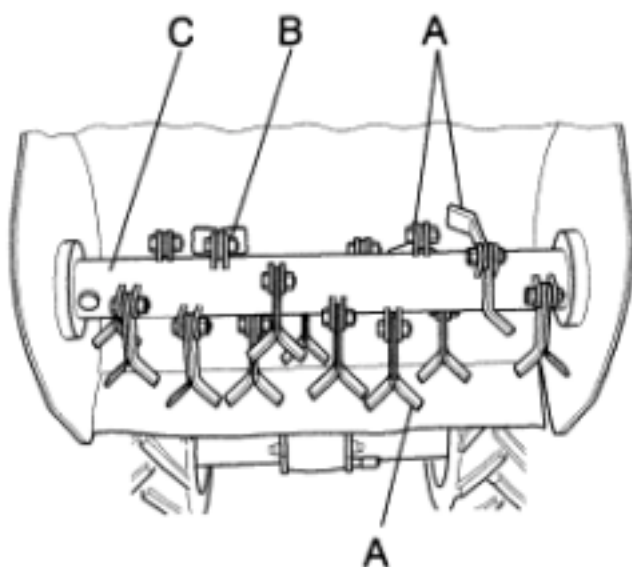

Fig. 10
- Durante il lavoro, se le lame (Fig. 10, rif. A)colpiscono pietre o ceppi fermarsi subito e verificare che non si siano piegate o spezzate. Se sono difettose è necessario sostituirle.
- I bulloni di fissaggio delle lame ed i relativi dadi (fig. 10, rif. B)sono anch’essi soggetti ad usura. Sostituirli sempre assieme alle lame, utilizzando bulloneria del medesimo tipo e resistenza.
- Anche il rotore porta lame (fig. 10, rif. C) può essere fonte di vibrazioni. In tal caso è necessario sostituirlo.